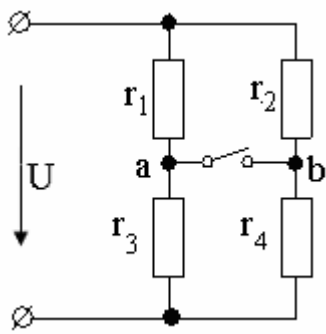

Рис. 37
7. Найти токи в ветвях цепи и напряжение между точками а и b при разомкнутом и замкнутом ключе, если $r_1= r_2=r_4=25$ Ом, $r_3= 50$ Ом, приложенное напряжение $U=120$ В (рис. 37).